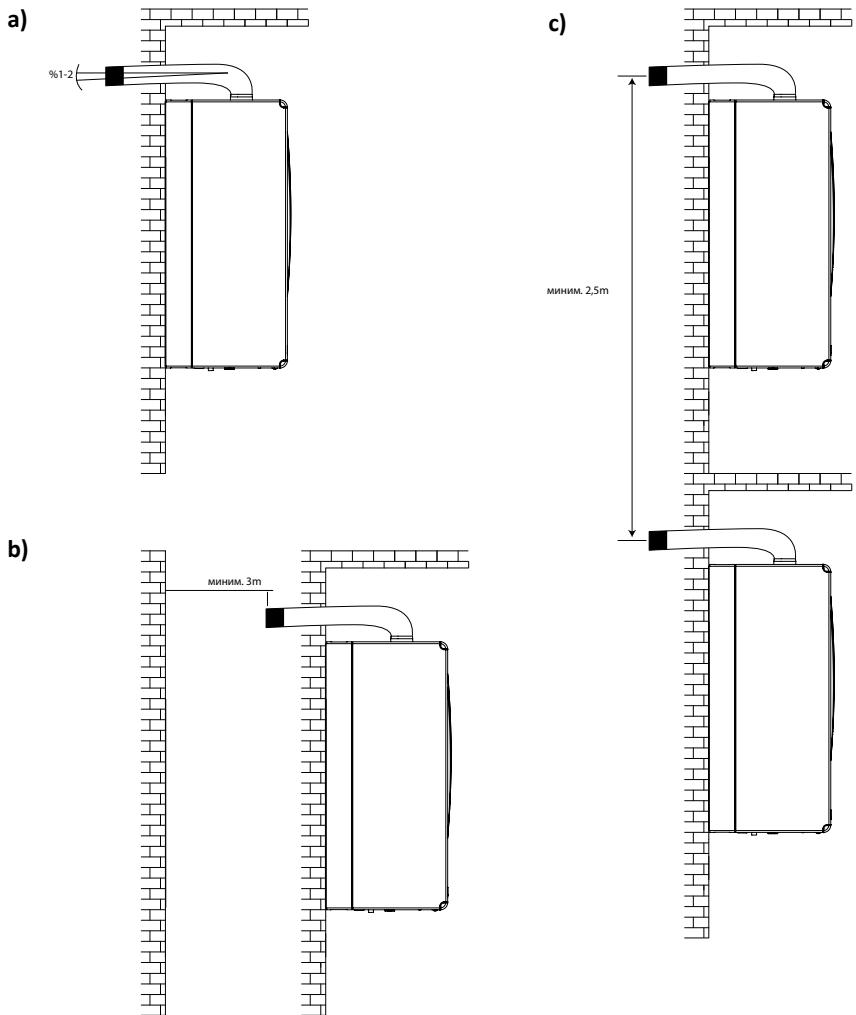

Рисунок 5
- Для устройств типа С выходные отверстия горизонтальных дымоотводов следует устанавливать с уклоном наружной части вниз на 1-2% для предупреждения проникновения дождевой воды и т. п. (Рисунок 5а).
- Расстояние от выходного отверстия дымоотвода до противоположного здания по прямой линии должно быть не менее 3 м (рис. 5б).
- Для устройств типа С расстояние между выходными отверстиями горизонтальных дымоотводов, выведенных наружу здания, должно составлять не более 2,5 м. Кроме того, при выводе дымоотвода под окном, выходное отверстие дымоотвода должно находиться на расстоянии 30 см от нижнего края окна (Рисунок 5с).
(Рисунок 5а)